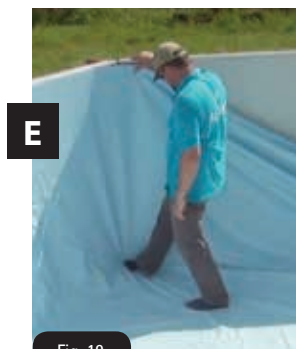

Fig. 19
- EN** **E** To move the already installed liner, slide it along the profile. If this is difficult the liner can be removed by lifting it not to damage it. Make sure that the liner is well positioned both on the floor as on the walls, uniformly adjust the tension of the same (with your foot, push the liner by its angles towards the corners of the walls) (figure 19).
FR **E** Pour déplacer le liner déjà en place, faites-le glisser dans la baguette. Si cela devient trop difficile, le liner peut se retirer en le relevant vers le haut pour ne pas abîmer le lien. Assurez-vous du bon positionnement du liner tant au fond que sur les parois, ajustez uniformément la tension de celui-ci (du bout du pied, on pousse le liner dans ses angles vers les angles des parois) (figure 19).
DE E Um den bereits positionierten Liner zu bewegen, lassen Sie ihn an der Leiste entlanggleiten. Sollte sich dies als sehr schwierig erweisen, so können Sie den Liner entfernen, indem Sie ihn anheben, um die Verknüpfung nicht zu beschädigen. Stellen Sie sicher, dass der Liner sowohl am Boden als auch an den Wänden gut positioniert ist, richten Sie die Spannung des Liners gleichmäßig ein (drücken Sie den Liner an den Ecken mit der Fußspitze Richtung Ecken der Wände) (Abb. 19).
NL E Om de al geplaatste liner te verplaatsen, schuift u hem door het klemprofiel. Indien dit moeilijk gaat, kunt u de liner iets terugschuiven waarbij u hem optilt zodat u de verdikte rand niet beschadigt. Verzekert u ervan dat de liner goed op zijn plaats zit, zowel op de bodem als op de wanden, waarbij de spanning ervan overal gelijk is (met de punt van de voet, kunt u de liner vanuit zijn hoeken in de hoeken van de wanden duwen) (afbeelding 19).
Fig./Abb./Afb. 19